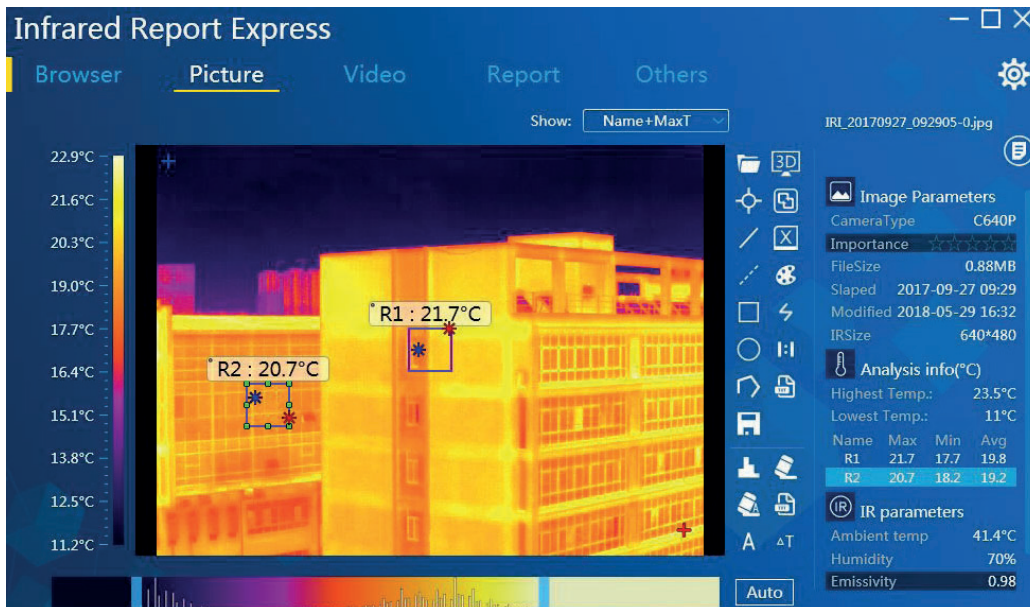

Figura 3-44
2. Haga clic en la etiqueta de “Análisis de imágenes”. El programa saltará automáticamente a la interfaz de análisis de imágenes y cargará la imagen de infrarrojos seleccionada. En este momento, el usuario puede realizar cualquier análisis y modificación a la imagen (por ejemplo, cambiar la banda, agregar objetos de análisis y otras operaciones). Vea la Figura 3-44: